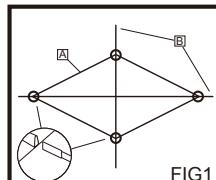

FIG1
2. Introduceți stâlpii <B1> complet în canale. (FIG1)